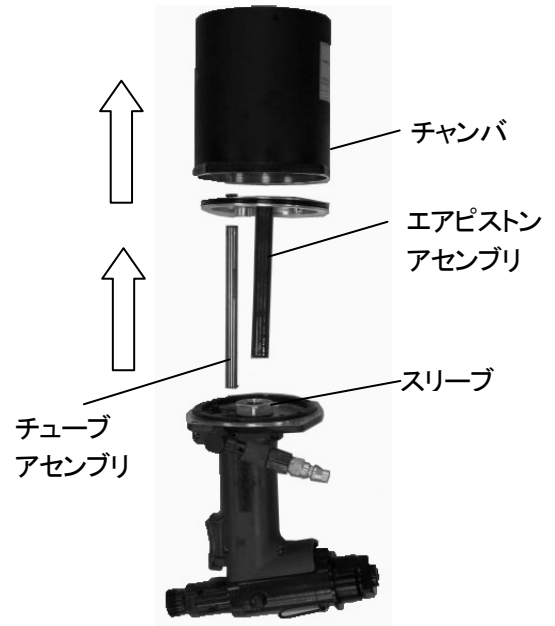

図6-5
- (1) カプラを分離する等により、圧縮空気の供給を止めてください。ノズアッセンブリを外してください。
- (2) 4mm六角レンチでFキャップスクリュ(4本)を外してください。-4
- (3) チャンバを上にして垂直に立て、チャンバを上方に引き抜いて下さい。次に、エアピストンアセンブリを上へ引き抜いてください。(図6-5)スリーブ内に入っていた油圧オイルを廃棄してください。